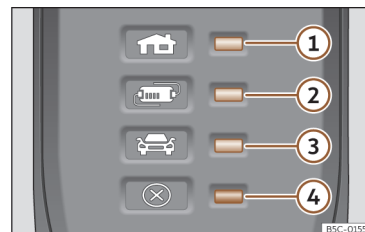

Fig. 68 No cabo de carregamento para tomadas de corrente: Luzes de controlo do dispositivo de proteção.
>>> **Fig. 68:**
>>> **Fig. 68** faz com que o conector de carregamento permaneça sem corrente até se ligar na tomada de carregamento do veículo.
Uma ou várias luzes de controlo >>> **Fig. 68**
Indicação >>> Fig. 68	Significado
①, ④ piscam	O conector para a habitação aqueceu muito.
②, ④ piscam	O dispositivo de proteção foi aquecido muito.
Se o processo de carregamento continuar com uma corrente inferior, além do indicador de funcionamento, pisca a luz de advertência >>> **Fig. 68** ④ a vermelho.
- Se voltar a ocorrer um desligamento ou redução da corrente de carregamento e a causa não parece ser a exposição a uma fonte de calor externa, observe que luz de controlo verde pisca >>> **Fig. 68**. Para a verificação do cabo de carregamento, dirija-se a um concessionário especializado CUPRA ou a qualquer concessionário da rede SEAT. Para a verificação da ligação da infraestrutura, dirija-se a um estabelecimento especializado em instalações elétricas.
Se a luz de advertência ④ vermelha piscar ou acender sem que se acenda por sua vez de forma permanente uma luz de controlo >>> **Fig. 68** ①, ② ou ③ o indicador de funcionamento, há uma avaria.